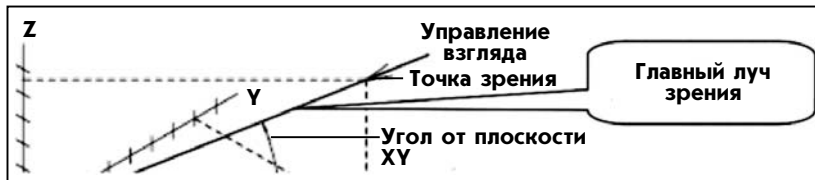

Рис. 1.2. Параллельное проецирование
При трехмерном моделировании пользователь видит какую-либо проекцию геометрической модели (или ее часть) на картинной плоскости — экране. При этом координата $Z \neq 0$, но пользователь все равно будет видеть горизонтальную проекцию модели, пока не изменит положения, то есть положение глаз относительно моделируемого объекта (рис. 1.2).
1) параллельное — точка зрения в бесконечности; проецирующие лучи взаимопараллельны; главный луч зрения ориентирован на точку начала координат $(0, 0, 0)$ — рис. 1.2;
- ♦ двумя углами, определяющими положение главного луча зрения относительно координатных осей и плоскостей: угол между лучом зрения, проведенным из точки зрения в начало текущей системы координат и плоскостью XOY и угол между проекцией луча зрения на плоскость XOY и осью OX (рис. 1.2).